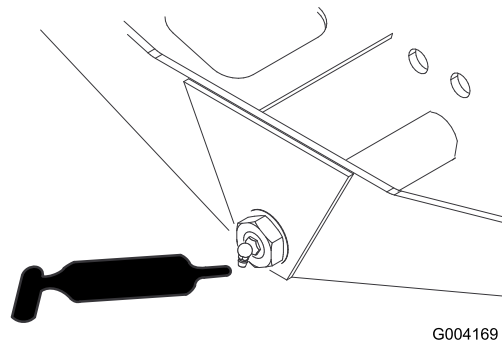

Figura 47
- Perno dello sterzo dell'assale (1) (Figura 47)